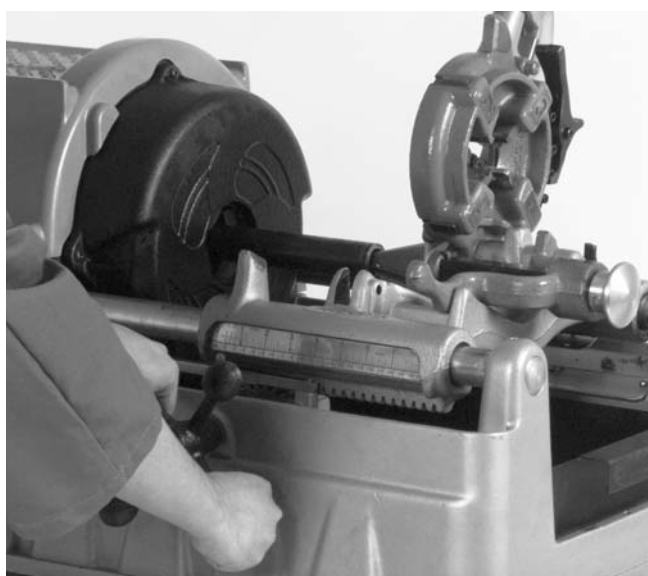

Figure 6 – Alésage à l'aide de l'alésoir N° 341
4. Positionnez l'alésoir dans le tuyau et complétez l'alésage en tournant le volant (Figure 6).